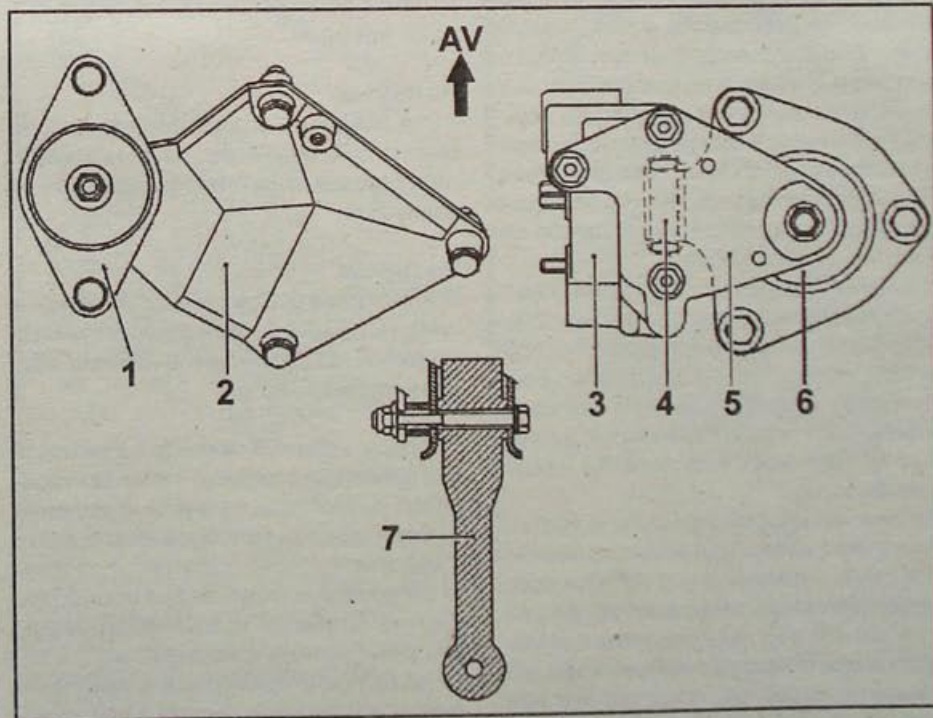

Рис. 1.62. Маятниковая подвеска двигателя:
- Двигатель подвешен на двух упругих подушках (1 и 6, рис. 1.62). Восприятие момента в продольном направлении осуществляется:
- в нижней части силового агрегата реактивной тягой (7);
- в верхней части силового агрегата ограничителем хода (4).